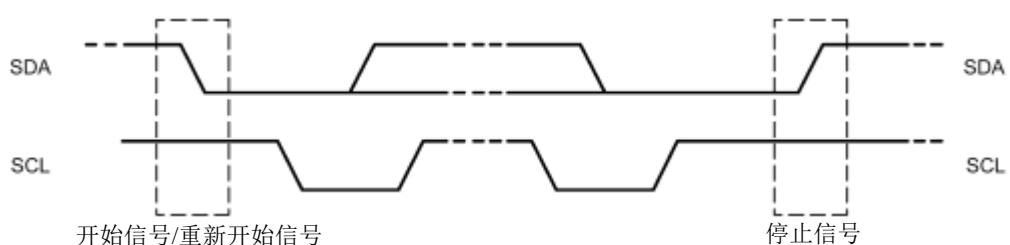

Figure 15-4 开始、重新开始、停止信号
**开始信号 (START):** 如 Figure 15-4 所示，当 SCL 为高电平时，SDA 由高电平向低电平跳变，产生开始信号。当总线空闲的时候，例如，没有主动设备在使用总线 (SDA 和 SCL 都处于高电平)，主机通过发送开始 (START) 信号建立通信。
**停止信号 (STOP):** 如 Figure 15-4 所示，当 SCL 为高电平时，SDA 由低电平向高电平跳变，产生停止信号。主机通过发送停止信号，结束数据通信。